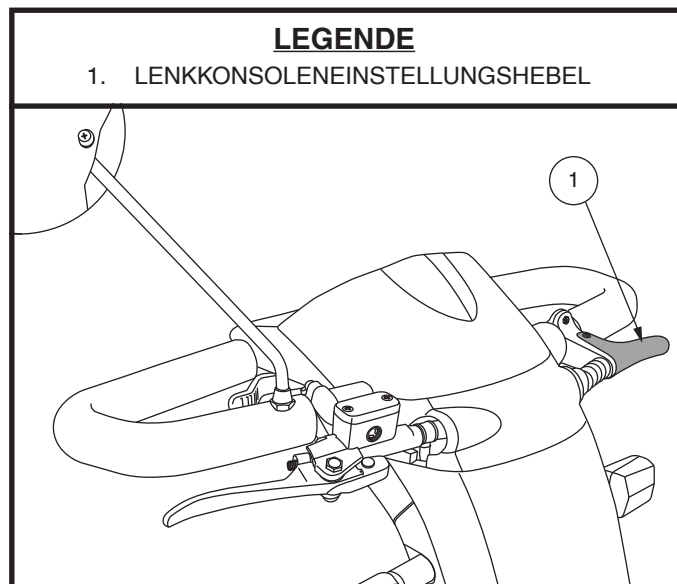

Abb. 17. Lenkkonsoleneinstellungshebel
1. Drücken Sie den Deichselverstellhebel. Siehe Abbildung 17.